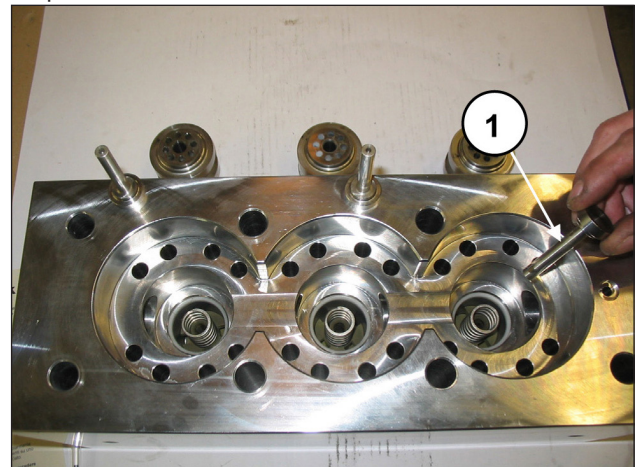
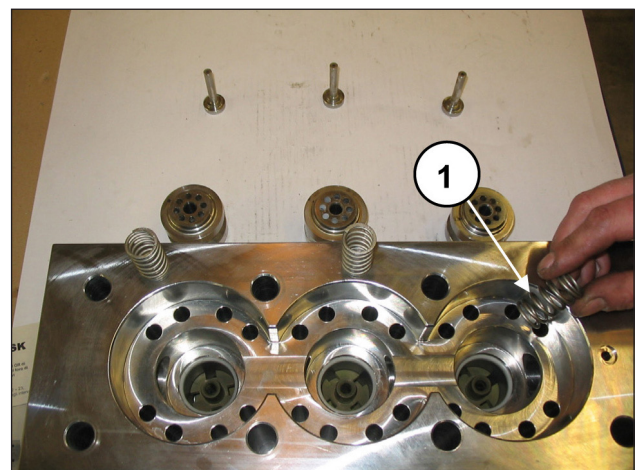
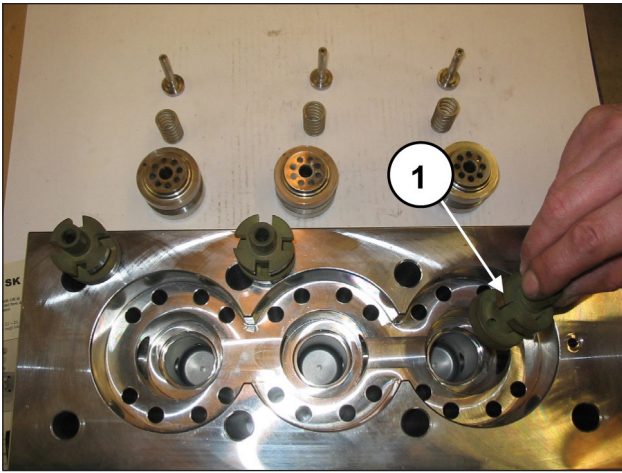

Fig. 104
Fig. 105
Fig. 106
Extraire les plateaux de refoulement (rep. ①, Fig. 104) ainsi que leurs guides (rep. ①, Fig. 106), avec leurs ressorts (rep. ①, Fig. 105), vérifier s'ils sont usés et procéder au remplacement si nécessaire ; toujours les remplacer aux intervalles indiqués au chapitre 11 du *Manuel d'utilisation et d'entretien*.